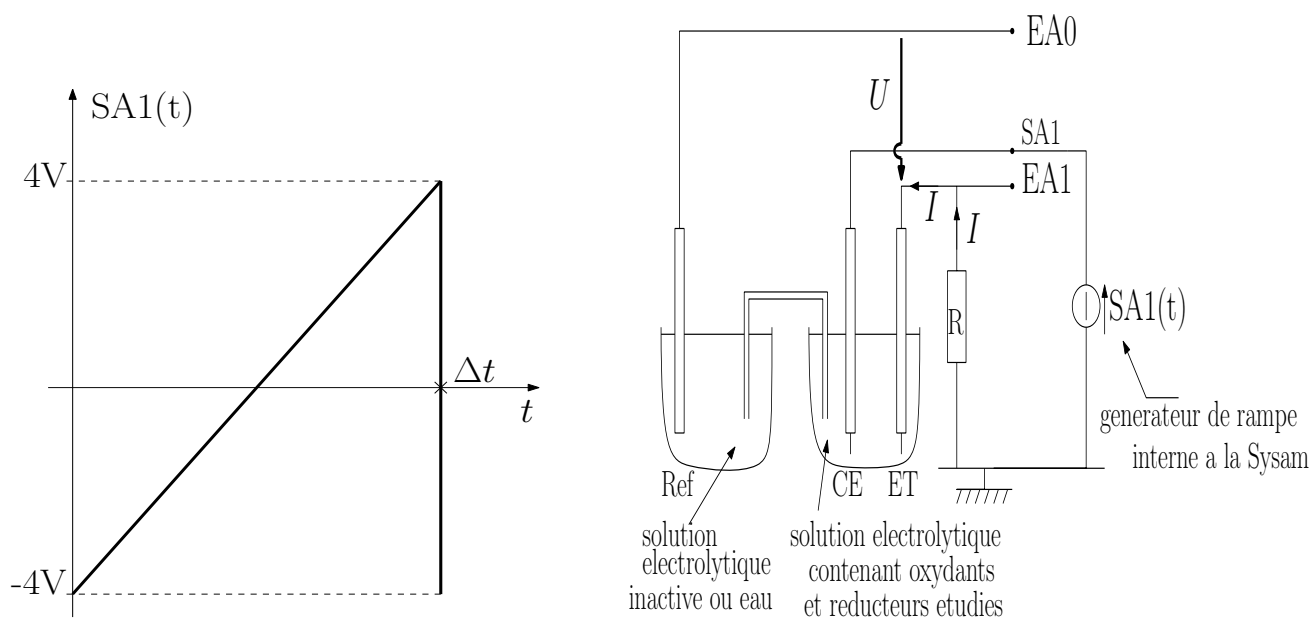

FIGURE 2 – Rampe de tension générée par la sortie SA1. Montage de principe.
- On utilise la **sortie SA1** de la carte Sysam en tant que générateur de **rampe de tension**, pendant un temps Δt (fig. 2). Pour cela, on doit piloter la carte Sysam à l'aide du logiciel Latispro.